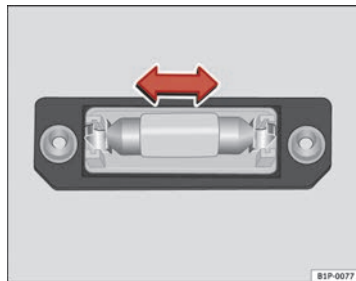

Abb. 201 Kennzeichen-
- Nehmen Sie die Glühlampe in Pfeilrichtung heraus ⇒ Abb. 201.